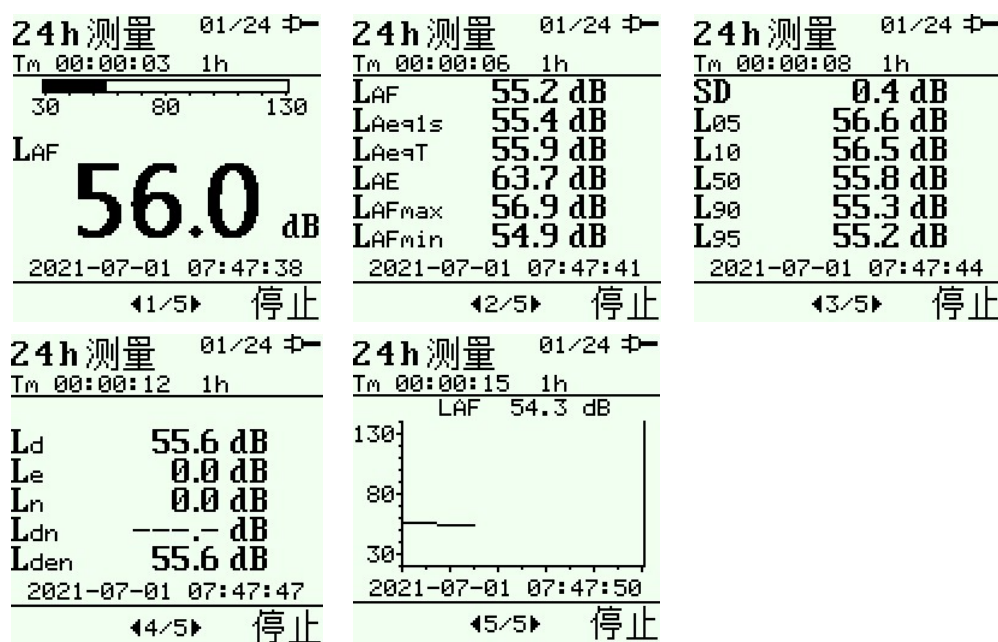

图 14 24h 测量界面
- b) 选中“模式”项，按“确定”键（功能键 1）进入测量模式，选择“24h 测量”，按“确定”键进入 24h 测量测量界面，见图 14。
- d) 按“启动”键开始第 1 组测量，在测量的过程中，按“上/下箭头”键查看  $L_{AeqT}$ 、 $L_{AF}$ 、 $L_{Aeq1s}$ 、 $L_{AFmax}$ 、 $L_{AFmin}$ 、 $L_{AE}$ 、SD、 $L_N$  和  $T_m$  等测量值，见图 14。
- f) 积分时间到自动完成第 1 组测量，声级计进入 24h 测量结果界面，见图 14，此时可查看第一组测量结果。